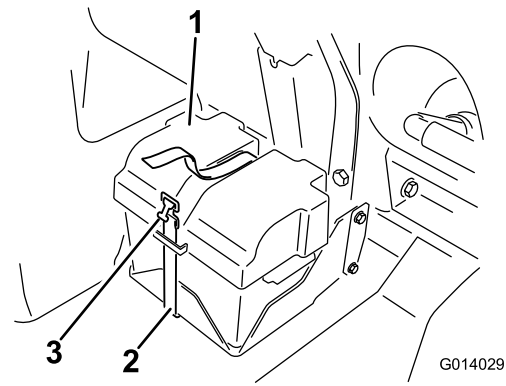

Рисунок 48
3. Установите крышку аккумулятора и закрепите ее хомутом, снятым ранее (Рисунок 48).